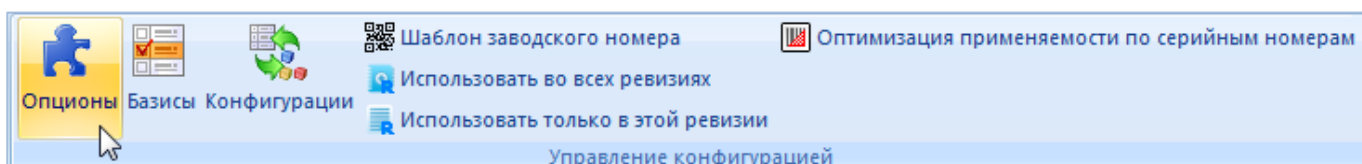

Рис. 13-3 – Запуск редактора опционов
- 2) Нажать кнопку «Опционы» панели «Управление конфигурацией» функциональной вкладки «Применяемость» (рис. 13-3).